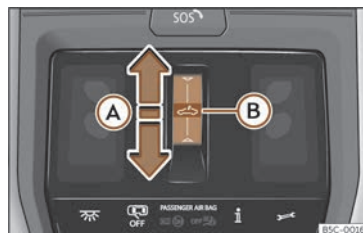

Fig. 94 En el revestiment interior del sostre: tecla del sostre de vidre.
- Moviment automàtic: feu lliscar el dit cap enrere sobre l'àrea funcional **fig. 94** .
- Abans que transcorrin aprox. 5 segons des de l'activació de la funció antiatrapament, feu lliscar el dit cap endavant sobre l'àrea funcional  **fig. 94**  i mantingueu-la pressionada fins que el sostre es tanqui completament.